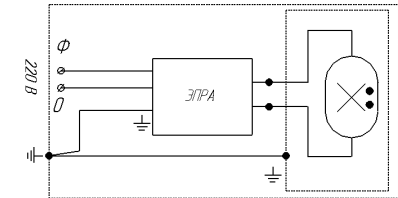

Рисунок 3 - Схема подключения светильников к сети.
5.2 Подсоединение проводов сети производить к клеммной колодке в соответствии с маркировкой, нанесенной у клеммной колодки, по схеме включения (рисунок 3), предварительно зажав их пластмассовой планкой при помощи саморезов. Заземляющий провод подсоединить к клемме клеммной колодки на панели, маркированной знаком заземления, или защитному зажиму, подсоединив к клемме (зажиму) одновременно заземляющий провод внутреннего монтажа. Закрывать светильник и защелкнуть защелки.